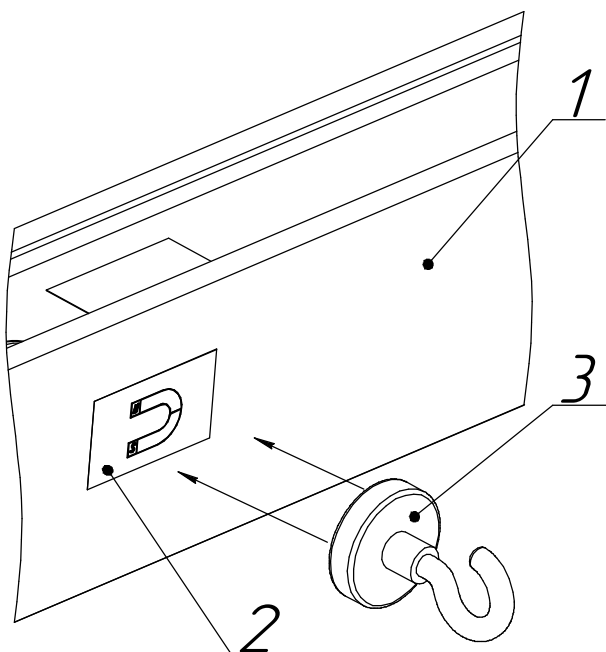

Рисунок 4 - Тестирование аварийного режима светильника
5.6.1. В светильниках присутствует ручное тестирование аварийного режима. Выключите светильник. Возьмите магнит неодимовый (не входит в комплект, заказываются дополнительно) и поднесите его к этикетке "Магнитный тест", которая находится на корпусе светильника (рисунок 4). Источник питания светильника переключится в аварийный режим, напряжение на светодиодные модули будет подаваться от аккумулятора. Для возврата в рабочий режим, удалите магнит.